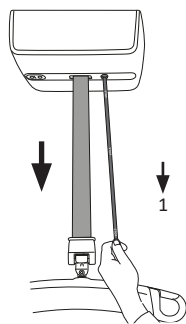

Fig. 3a
1. Tirez vers le bas et 2. Laissez revenir la bande d'arrêt d'urgence rouge (voir Fig. 3a et 3b).